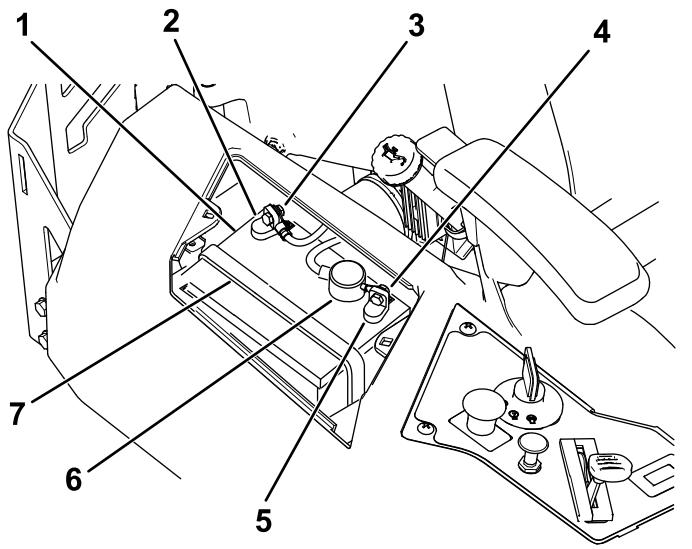

Figura 55
4. Desligue o cabo negativo (preto) do pólo da bateria (Figura 55).
6. Desligue o cabo positivo (vermelho) do pólo da bateria (Figura 55).
7. Retire o suporte da bateria (Figura 55) e levante a bateria para a retirar da respetiva plataforma.